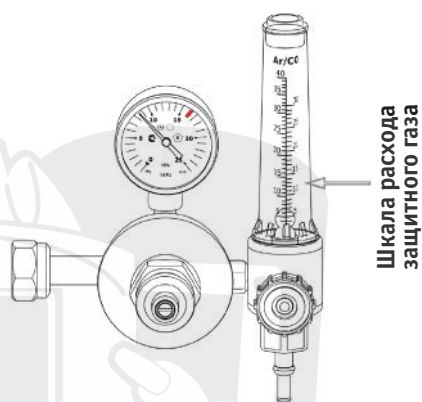

Рис. 11.4. Расход защитного газа.
6. С помощью регулятора (См. рис. 11.4) установите необходимый расход защитного газа (от 4 до 25 л/мин в зависимости от выполняемых задач или См. таблицу 12.4).